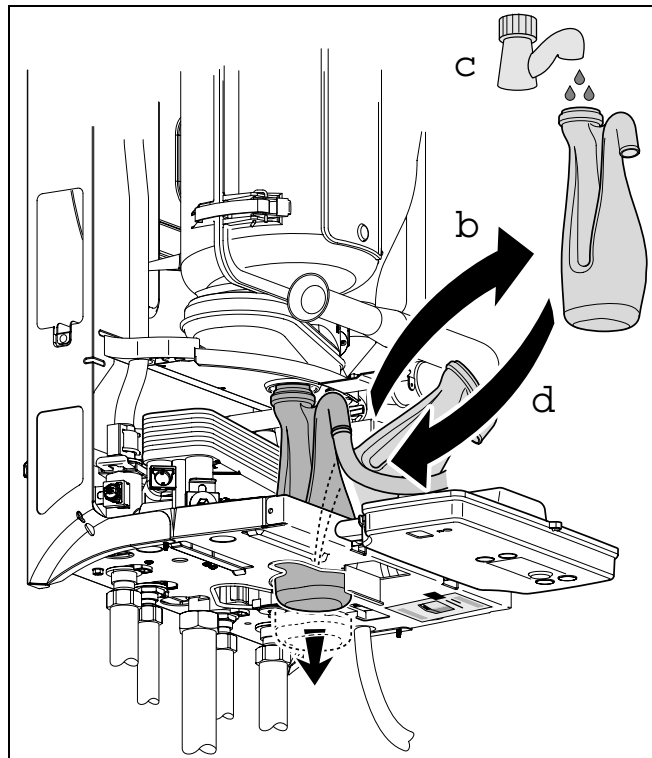

Fig. 10 Se umple sifonul cu apă
- Sifonul cu garnitura se scot din bușă, iar aceasta din conducta de evacuare (Fig. 10).